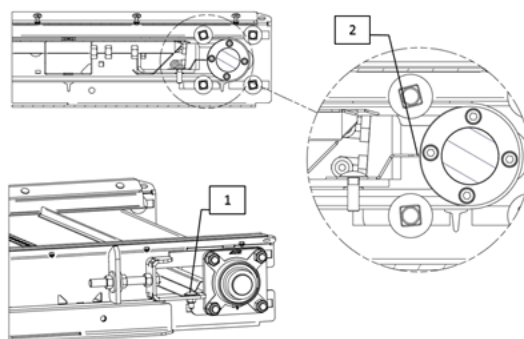

Figure 65 — Réglage du racleur du convoyeur
Assurez-vous que le jeu entre le racleur et le rouleau (Figure 65, repère 2) est de 3 mm (1/8 po). Si ce n'est pas le cas, procédez au réglage du racleur.
1. Desserrez les boulons situés de chaque côté du convoyeur (Figure 65, repère 1).
3. Resserrez les boulons (Figure 65, repère 1).